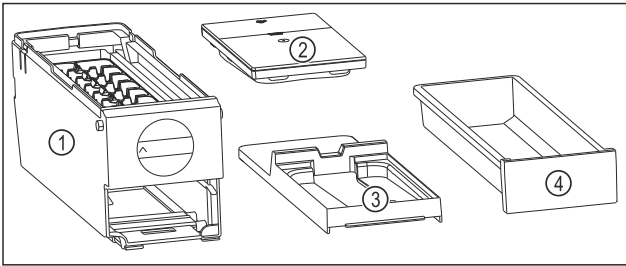

Fig. 123 Bestandteile des EasyTwist-Ice
- ▷ EasyTwist-Ice ist in vier Teile zerlegt. (siehe Fig. 123)
- ▶ EasyTwist-Ice nur in abgebildete Bestandteile zerlegen. (siehe Fig. 123)
- ▶ EasyTwist-Ice-Korpus Fig. 123 (1) als Ganzes reinigen.